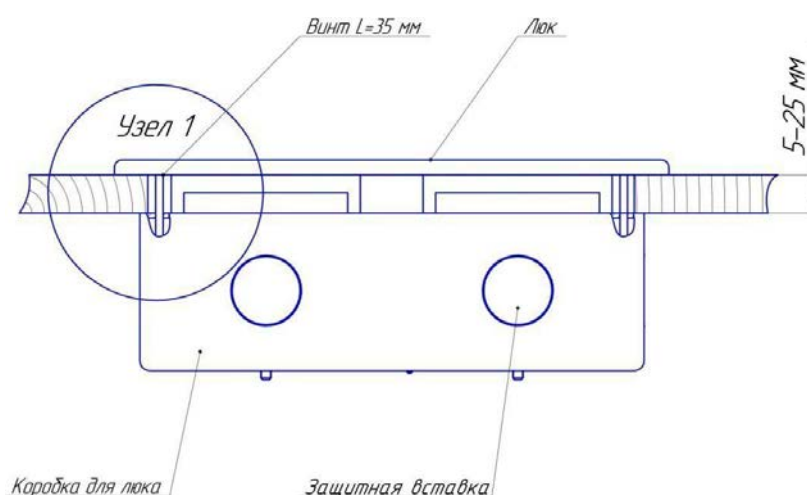

Рис. 3
3. Через отверстия кабельных вводов ввести в коробку трубы с кабелем сечением до 2,5 мм², предварительно проложенные в подпольном пространстве фальш- полов (рис. 3).